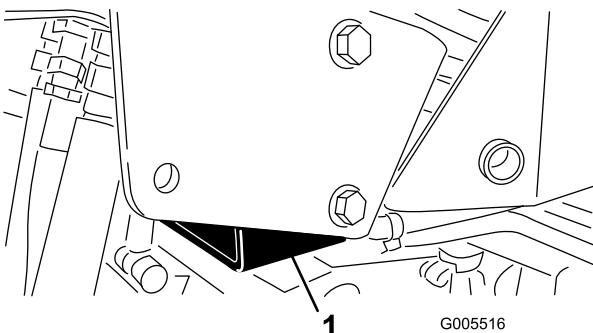

Figura 37
- Lado derecho-debajo del soporte del ROPS (sistema de protección anti-vuelco)(Figura 37)